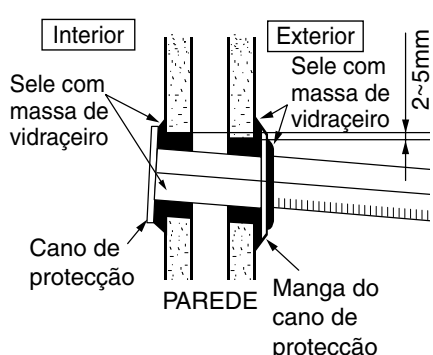

Fig. 4-1
- 4.2 A abertura da parede terá de ser fechada com o anel de materiais juntamente fornecido, para tubulações de agente refrigerante, e com massa isolante. Ver Figs. 4-1 and 4-2.